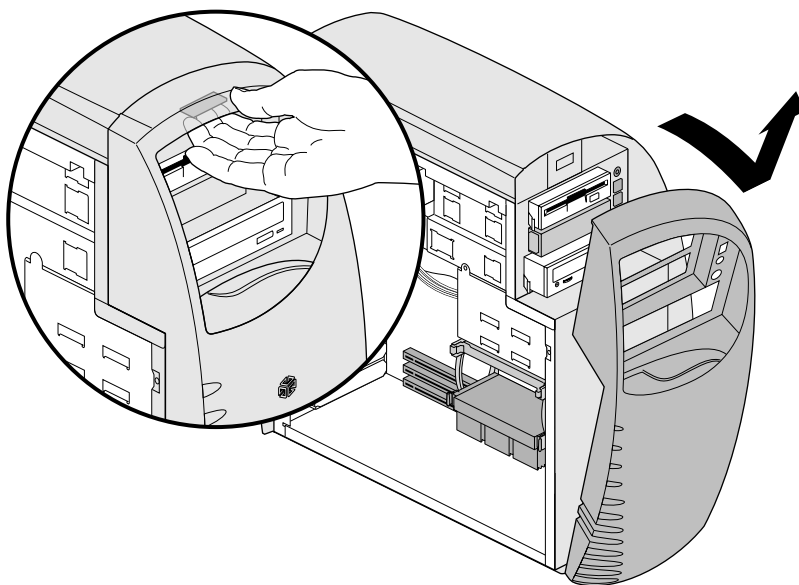

Figure 2-2 Retrait du volet avant
2. Soulevez le loquet situé au sommet et à l'intérieur du volet, comme indiqué à la Figure 2-2, et retirez le volet du système.